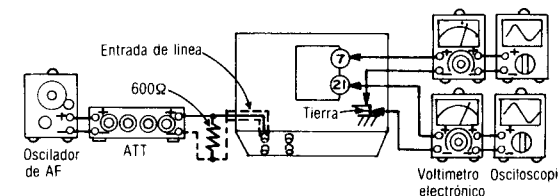

Fig. 12
1. La conexión del equipo de prueba se muestra en la Fig. 12.
3. Ajustar mediante atenuador de manera que la salida entre terminal ⑦ de IC401 (CH-I) (IC402 (CH-D)) y tierra sea 12,3mV.